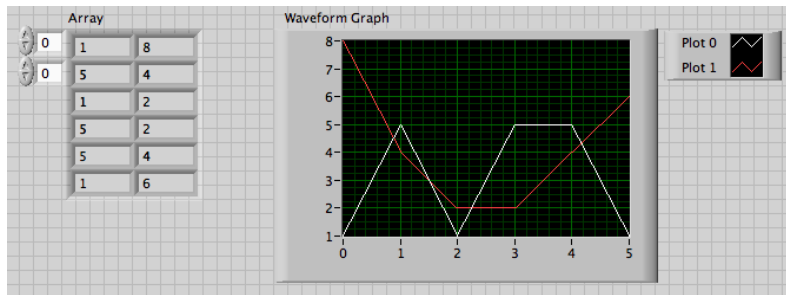

ABB.7.16
- Erzeuge wie in Abb. 7.16 auf dem Frontpanel ein zweidimensionales Feld mit leeren Zellen. Das Feld erhält die Zahlenwerte erst nach der Programmausführung. Die ASCII-Datei hat nebenstehenden Inhalt: